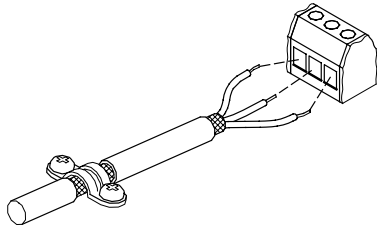

Рис. 6 Соединение оплетки и проводов экранированного кабеля с колодкой
- Экранирование кабелей должно выполняться подключением обоих концов кабельной оболочки на массу насоса. При экранировании кабелей следить за надежным соединением на массу. Торцы экранирующей оболочки должны находиться на минимально возможном удалении от соединительных зажимов, смотрите рис. 6.